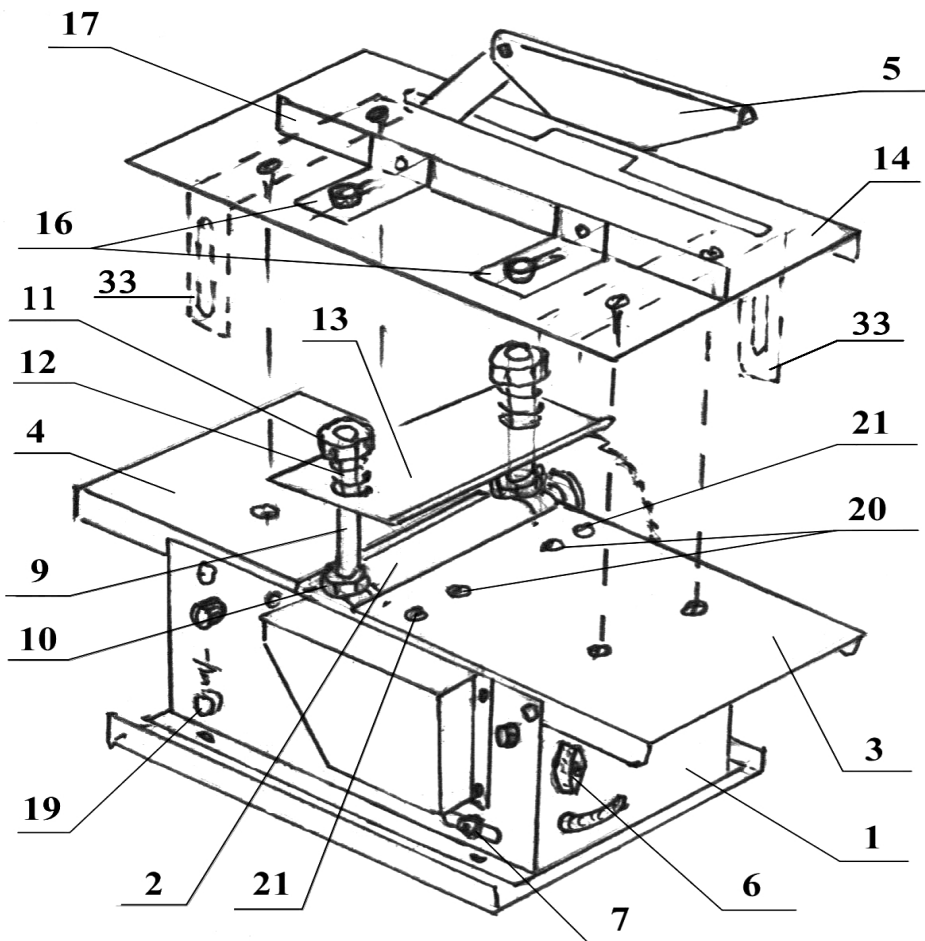

Рис. 1
1.3. Устройство станка. (Рис. 1)
На левой стенке станка имеется гайка (болт) (п.19 на Рис.1) для крепления заземления.